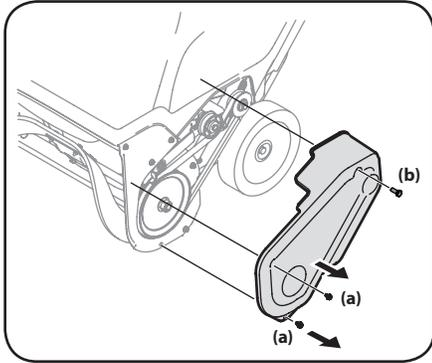

Figura 4-4
- Para sacar la cubierta de la correa saque los dos tornillos de cabeza hexagonal (a) y un tornillo de seguridad hexagonal (b) que la sujetan al bastidor. Consulte la Figura 4-4.